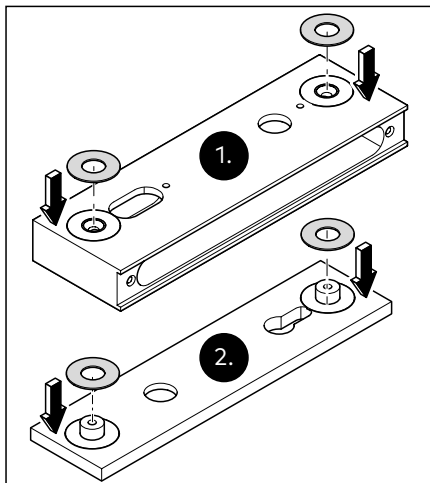

Abb. 22 Die Zwischenlagen anbringen
1. Die Zwischenlage an der Glasseite der Schlosstasche anbringen (Abb. 22).